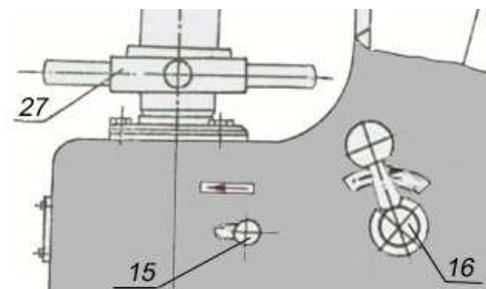

Figure 6
- F. Tirez la manette de chargement (Pièce n° 15, **Figure 6**) pour appliquer une force d'essai principale dans le sens de la flèche, à ce moment là, la grande aiguille du cadran tourne dans le sens antihoraire.
- G. Repoussez la manette de déchargement (Pièce n° 16, **Figure 6**) pour débloquer la force d'essai principale après l'arrêt net de la grande aiguille.